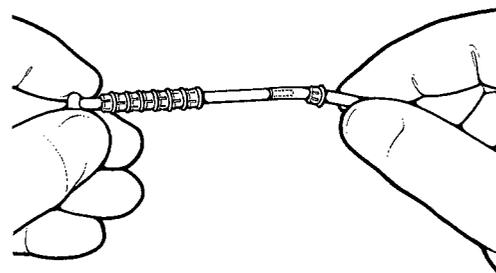

Figura 4-19a. Deslizar o anel da pinça de aperto para a tubagem
4. Empurre o anel da pinça de aperto na tubagem (**figura 4-19a**), certificando-se de que os dentes do anel da pinça de aperto estão voltados para a extremidade da tubagem.